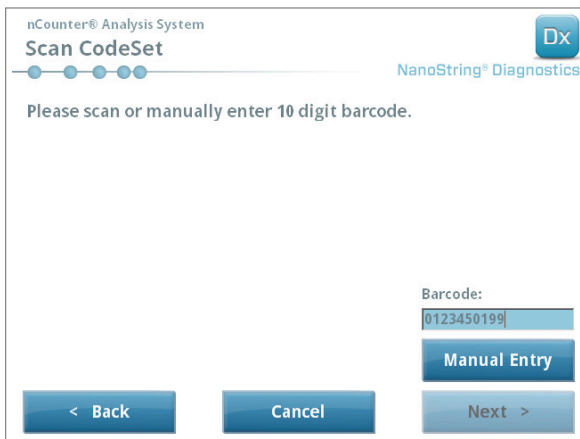

FIGURA 5.6: la pantalla "Scan CodeSet" (Escanear CodeSet)
6. El código de barras de CodeSet debe escanearse antes de continuar. Coloque el código de barras de CodeSet delante del lector de código de barras. Aparecerá un rayo de color rojo. Mueva el código de barras delante del rayo rojo hasta que se lea. Una vez que se ha introducido correctamente el código de barras, el número del código de barras aparecerá en el recuadro (FIGURA 5.6).